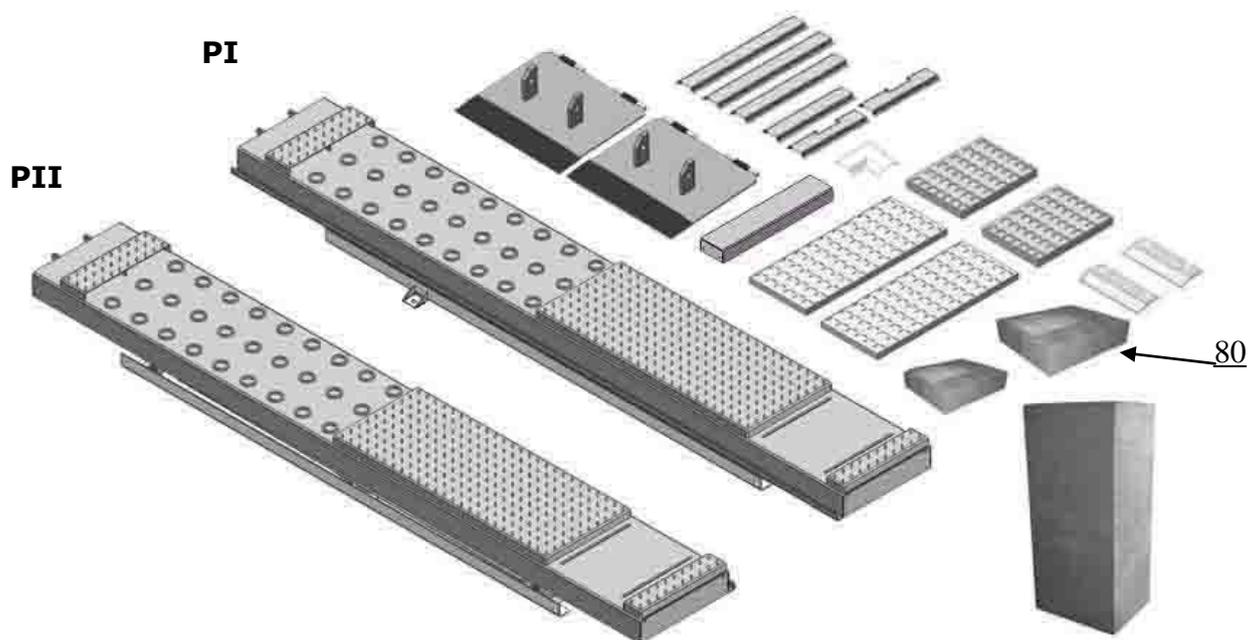
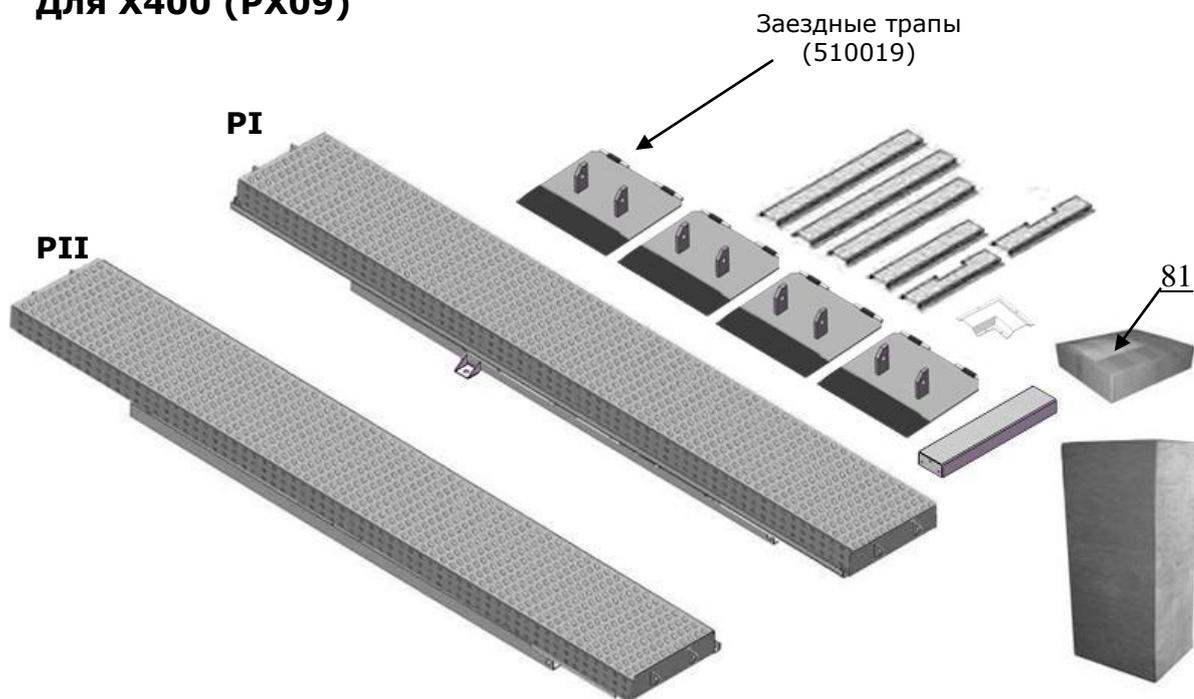

Рис. 13
Рис. 14
2.2 Список частей для заглабляемой установки (См. рис.13, рис.14)